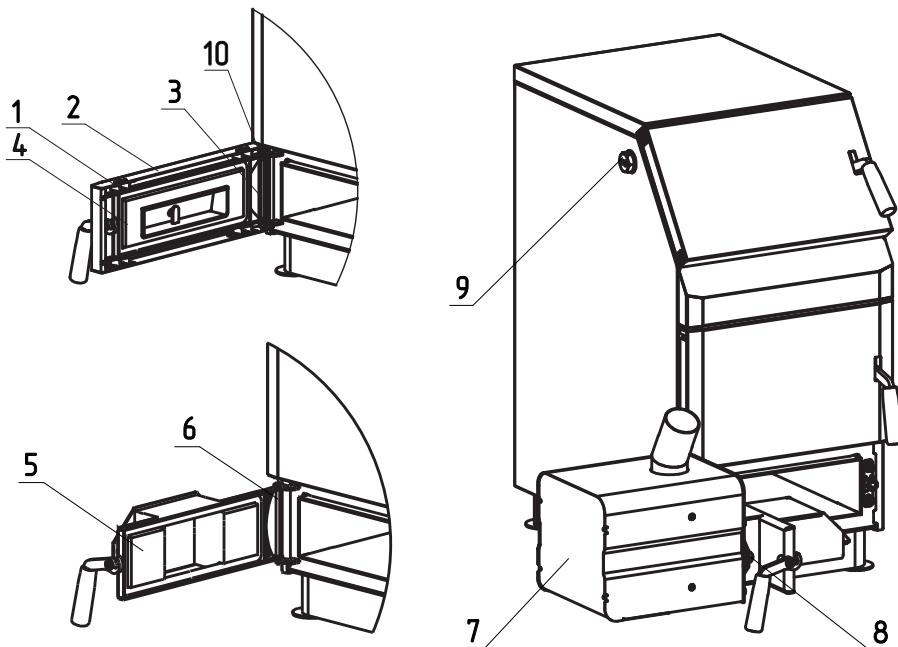
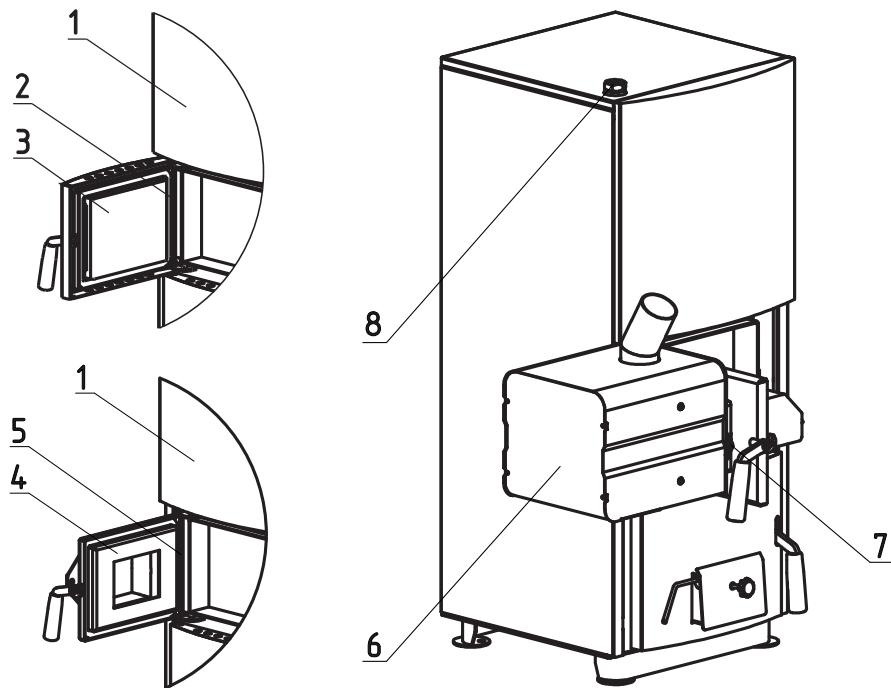

Рис. 7 Порядок установки двери на твердотопливные котлы ZOTA Master 14, 20; Тополь-М 14, 20, 30, 42, 60, 80; Тополь ВК 16, 22, 32
Рис. 8 Порядок установки двери на твердотопливные котлы ZOTA Mix 20 и ZOTA Mix 31,5
- Открутите 4 самореза (Рис.7, поз.1), откиньте обшивку дверцы (Рис.7, поз.2), снимите стопорную шайбу (Рис.7, поз.10) извлеките ось (Рис.7, поз.3) и снимите дверцу зольную (Рис.7, поз.4).
- Далее установите адаптер горелки (Рис.7, поз.5) и зафиксируйте его осью (Рис.7, поз.6).
- Установите горелку (Рис.7, поз.7) на котел и зафиксируйте её гайками (Рис.8, поз.8).
- Для установки гильзы под датчики температуры и перегрева снимите пробку или тягогрегулятор (если установлен) и установите гильзу (Рис.7, поз. 9) в освободившееся отверстие.
- Снимите панель (Рис.8, поз.1), извлеките ось (Рис.8, поз.2) и снимите дверцу загрузочную (Рис.8, поз.3).
- Далее установите адаптер горелки (Рис.8, поз.4) и зафиксируйте его осью (Рис.8, поз.5). Затем установите на место панель (Рис.8, поз.1).
- Установите горелку (Рис.8, поз.6) на котел и зафиксируйте ее гайками (Рис.8, поз.7).
- Для установки гильзы под датчики температуры и перегрева снимите пробку или тягoreгулятор (если установлен) и установите гильзу (Рис. 8, поз. 8) в освободившееся отверстие.